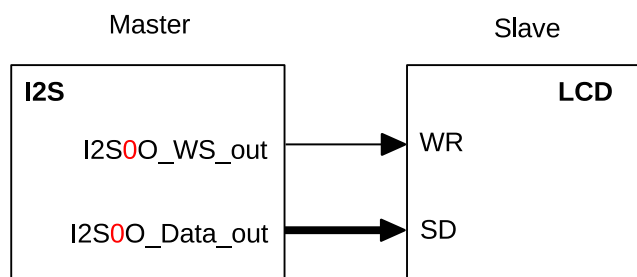

图 26.10-1. LCD 主机发送模式
如图 26.10-1 所示，在 LCD 主机发送模式下，LCD 的 WR 信号接 I2S 模块的 WS 信号，数据位宽度最大为 24 位，可以通过配置 `I2S_TX_BITS_MOD[5:0]` 寄存器选择 8/16/24 位并行输出模式。LCD 模式下，WS 时钟频率为：
2. 根据表 26.2-1 和图 26.10-1 的描述，配置信号管脚。